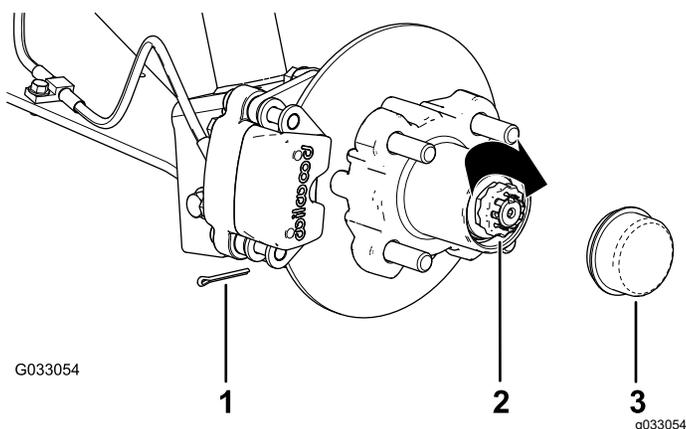

Рисунок 27
8. Установите держатель поверх гайки и проверьте совмещение паза в держателе с отверстием в оси под шплинт (Рисунок 27).
9. Установите шплинт и загните обе лапки вокруг держателя (Рисунок 27).
10. Установите пылезащитную крышку на ступицу (Рисунок 27).